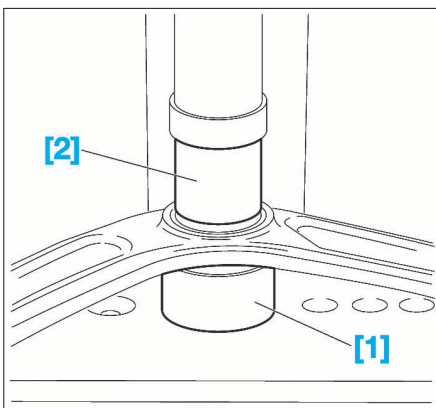

FIG. 20
- Poser les outils [1] et [2] (cloche d'appui et tampon de montage, coffret Ref. 0621) sur l'articulation élastique (Fig.20).